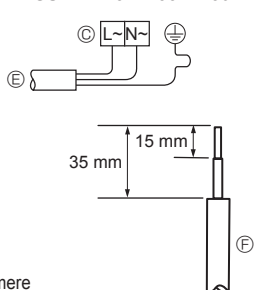
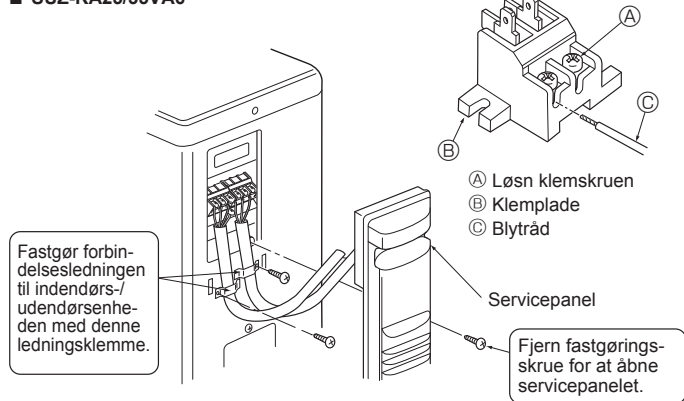
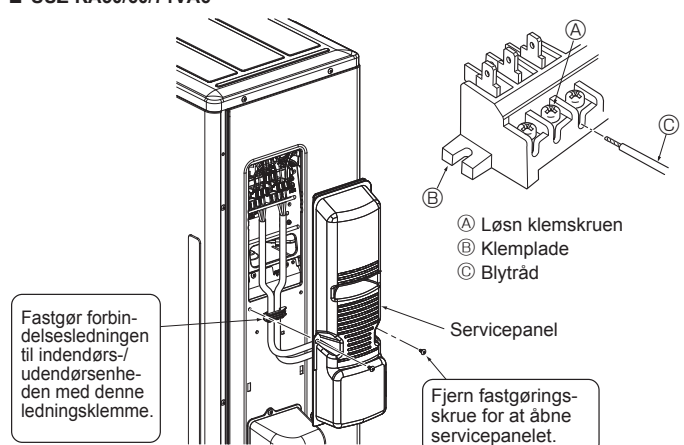

Fig. 6-2
Fig. 6-3
Fig. 6-4
6.1. Udendørsenhed (Fig. 6-1, Fig. 6-2, Fig. 6-3, Fig. 6-4)
- ① Fjern servicepanelet.
- ② Træk kablerne som vist i Fig. 6-1, Fig. 6-2, Fig. 6-3 og Fig. 6-4.
- Ledningerne trækkes som vist nederst til venstre i diagrammet. (Kabel fremskaffes lokalt) (Fig. 6-2)